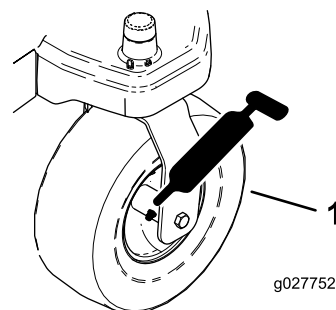
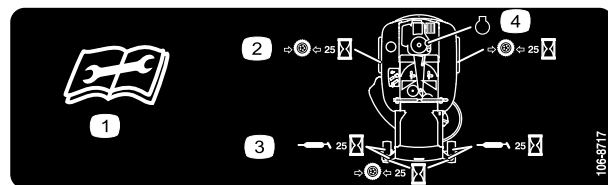

Figure 24
Figure 25
3. Nettoyez les graisseurs (Figure 24 et Figure 25) à l'aide d'un chiffon.
4. Raccordez une pompe à graisse à chaque graisseur (Figure 24 et Figure 25).